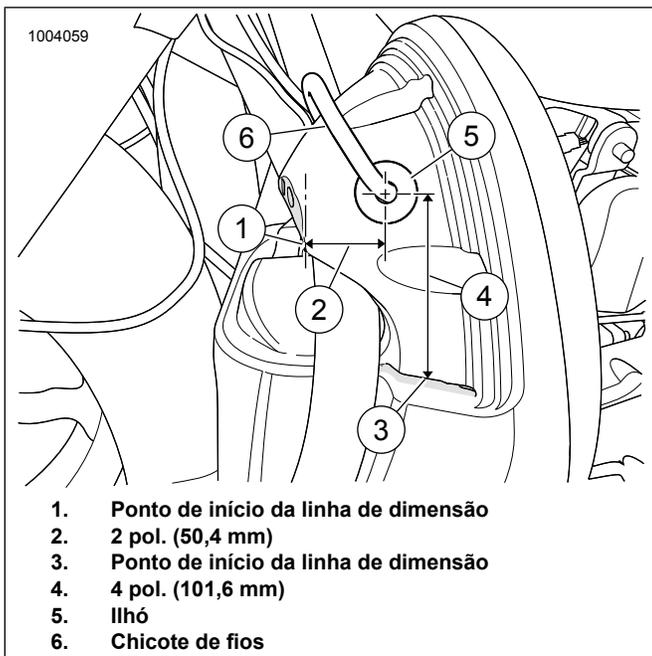

Figura 11. Carenagem inferior esquerda mostrada
8. Veja a figura 11. Marque a localização do furo piloto no lado externo da carenagem inferior.
- a. Ponto de início da linha de dimensão (1) (parte de trás da carenagem inferior).
- c. Ponto de início da linha de dimensão (3) (dentro da dobra).